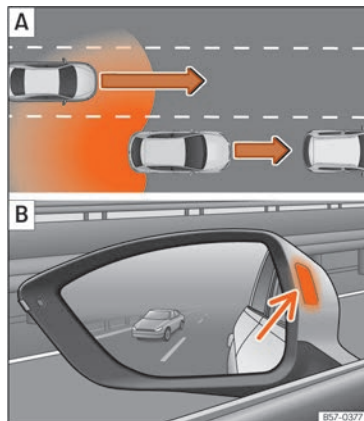

Abb. 191 Schematische Darstellung: **A** Überholvorgang mit Verkehr im hinteren Bereich. **B** Anzeige des Spurwechselassistenten im Außenspiegel links. »
In nachfolgenden Situation wird die Anzeige im Außenspiegel »» **Abb. 191** **B** [Pfeil] oder »» **Abb. 192** **B** [Pfeil] dargestellt:
- Bei einer Überholung durch ein anderes Fahrzeug »» **Abb. 191** **A**.